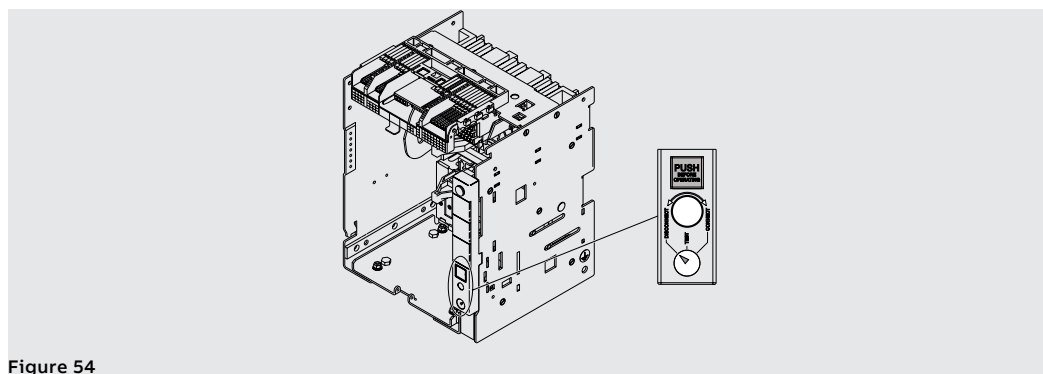

Figure 54
2. Vérifier que l'indicateur sur la partie fixe signale la position **DISCONNECT**. Voir Figure 54.